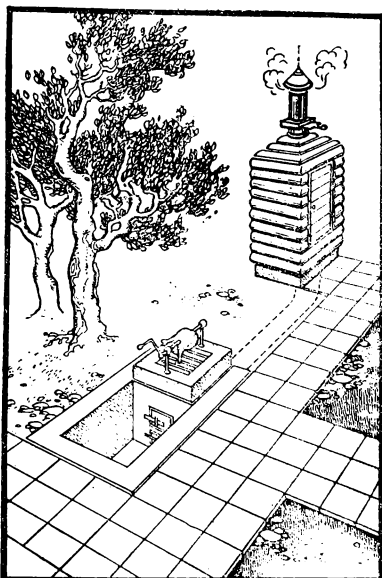

Рис. 33. Чешская коптильня
**Чешская коптильня кирпичная** (рис. 33). В 2 м от коптильной камеры в землю вырывают приямок и обкладывают его кирпичом. Здесь топка, от которой идет дымоход с уклоном 3°. На нижней решетке булыжник, на верхних — копчености.